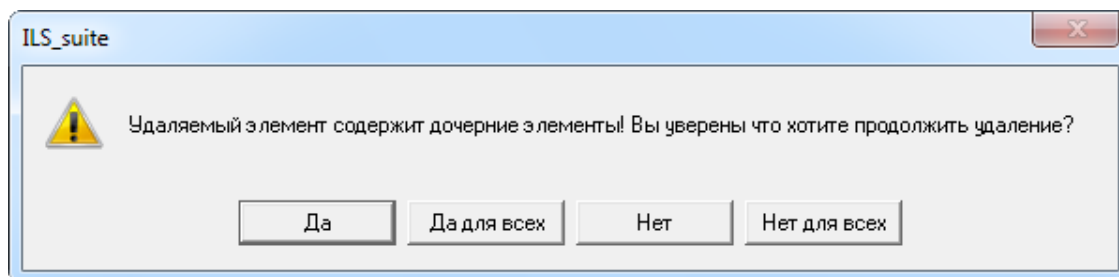

Рис. 5-100 – Сообщение о наличии в папке вложенных элементов
4) В том случае, если папка не содержит дочерних элементов (подпапок или других объектов базы данных), она удаляется без вывода информационного сообщения. Если же папка содержит подпапки или документы, об этом сообщается в диалоговом окне (рис. 5-100).